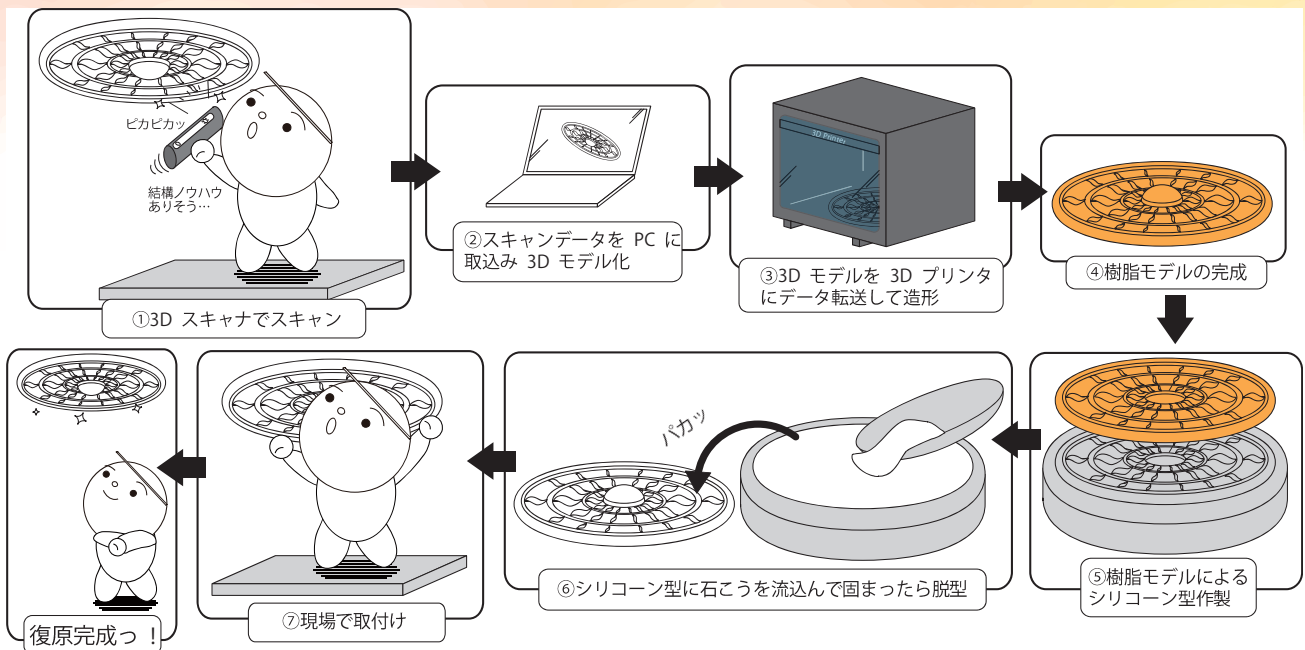

図1 3Dスキャナと3Dプリンタを活用した石こうレリーフ復元の流れ
この研究では図1のような流れで、既存石こうレリーフの復原を考えました。今回の研究では、既存
する歴史的建築物の内装に用いられる石こうレリーフの復原を想定しています。ですので、解体して取り外すことも汚すこともできない中、なんとかしてその形を拾い出せないかと考えたときに活躍するのが「3Dスキャナ」です。まずは、図1の①で既存石こうレリーフの形状を3Dスキャナで読み取ります。その後②でパソコンにデータを取り込み、専用ソフトで3Dモデルにします。続いて③、④では、3Dプリンタで樹脂モデルを造形します。この樹脂モデルが、通常石こうレリーフの製作過程では粘土の「原型」に該当します。その後⑤で樹脂モデルをもとにシリコンの「母型」を作り、最後に⑥で母型に石こうを流し込んで脱型すると石こうレリーフのそっくりさんが完成します。と、絵と文字では簡単そうですが皆さんお察しの通りそう簡単な話ではなさそうです…。